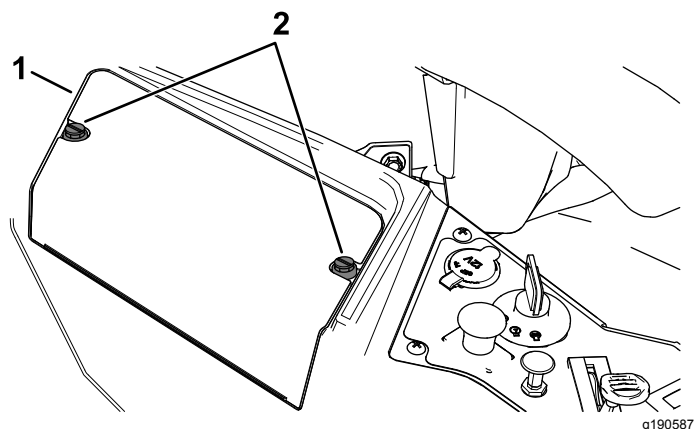

Figura 53
3. Allentate di 1/4 di giro in senso antiorario i 2 elementi di fissaggio sul coperchio della batteria, quindi rimuovete il coperchio della batteria (Figura 53).
6. Montate il coperchio della batteria spingendo verso il basso i 2 elementi di fissaggio e serrandoli in senso orario Figura 53.